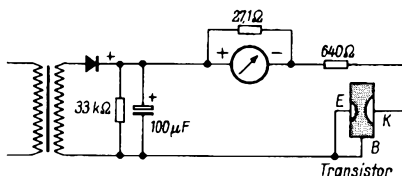

Bild 8. Prinzipschaltung der Strommessung zwischen Basis und Kollektor
1. Kurzschlußstrom des Kollektors gegen Emitter und Basis nach Bild 8. Er darf einen gewissen in der Datentafel festgelegten Maximalwert nicht überschreiten.
Selbstverständlich werden alle diese Prüfschaltungen automatisch durch Weiterdrehen des betreffenden Schalters hergestellt. Bild 8 bis 10 gilt für npn-Kondensatoren, für pnp-Kondensatoren werden durch Schalterbetätigung die Spannungen und Instrumente umgepolt.